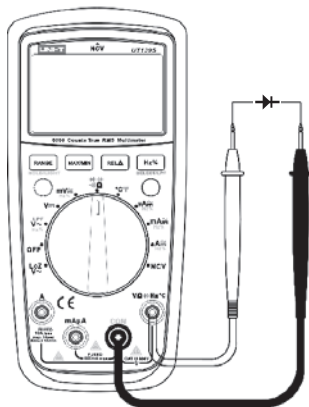

Рисунок 5
- 1) Установите поворотный переключатель в положение $\rightarrow \Omega \leftarrow$ (Рисунок 5).